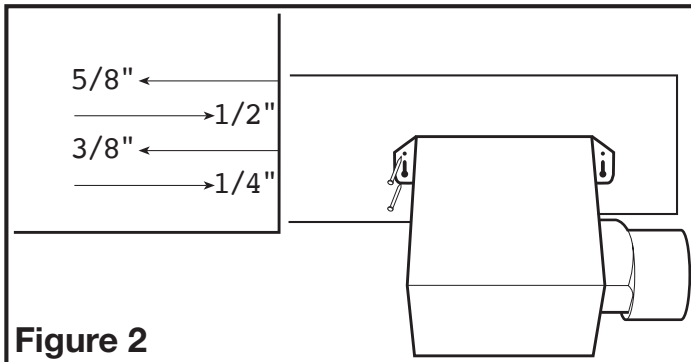
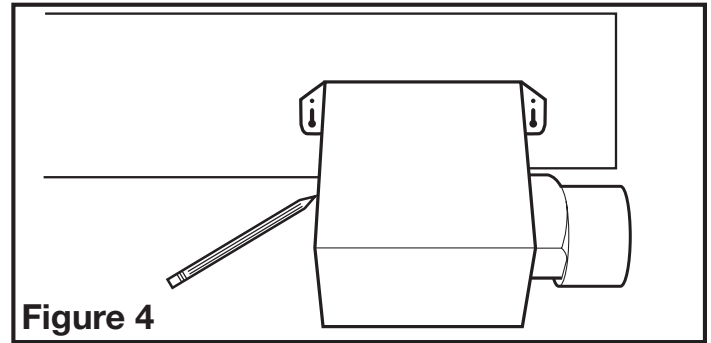

Figure 2
Figure 4
- Installation des Onglets de Montage:** à l'aide des guides sur le châssis du ventilateur, aligner le châssis pour qu'il soit à effleurement avec le plafond fini. Positionner le ventilateur pour que les onglets reposent à plat contre la solive et fixer en place à l'aide de quatre vis ou clous (non-comprised) pour assurer une bonne installation (**Figure 2**).
- Installation des Onglets de montage:** positionner le châssis contre la solive et tracer un contour du châssis sur le matériau du plafond (**Figure 4**). Mettre le châssis de côté et découper l'ouverture, en prenant soin de ne pas couper de câble électrique dissimulé ou autre utilité. Placer le châssis près de la solive et vous assurer qu'il soit à effleurement avec le plafond fini. Fixer avec quatre (4) clous (non-comprised) pour assurer une installation adéquate (**Figure 2**).